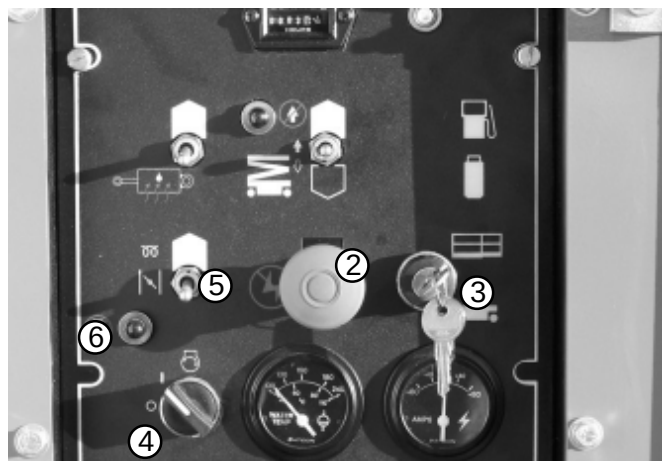

Fig. 8.8
2. Sätt nödstöpsbrytaren (2) i läge "Till" (drag ut den) (se fig. 8.8).
3. Sätt väljarbrytaren för Chassi/Plattform (3) i läge "Chassi" (se fig. 8.8).
4. Vrid nyckeln (4) till läge "Till" - vrid den inte till läge "Start" (se fig. 8.8).
5. Om motorn är kall, tryck in och släpp manöverbrytaren för glödning (5). Då detta görs, aktiveras glödningen i motorn under 10 sekunder. Indikeringslampan (6) tänds för att indikera att glödningen är på (se fig. 8.8).
6. Då indikeringslampan för glödning (6) slocknar, vrid startbrytaren (4) till läge "Start" och håll kvar den tills motorn startar eller under 20 sekunder vilket som inträffar först. Så snart motorn startar, släpp startbrytaren (4) (se fig. 8.8).